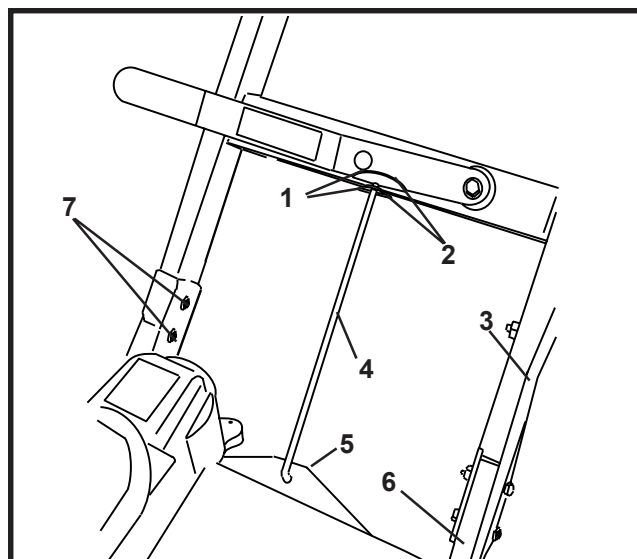

FIGURA 1
4. Utilizzando quattro (4) viti, le rondelle piane e i dadi, fissare il gruppo impugnatura superiore al gruppo impugnatura inferiore. Vedere Figura 1.
5. Fissare l'asta di regolazione della posizione alla staffa sui gruppi impugnatura inferiore e superiore. Vedere Figura 1.